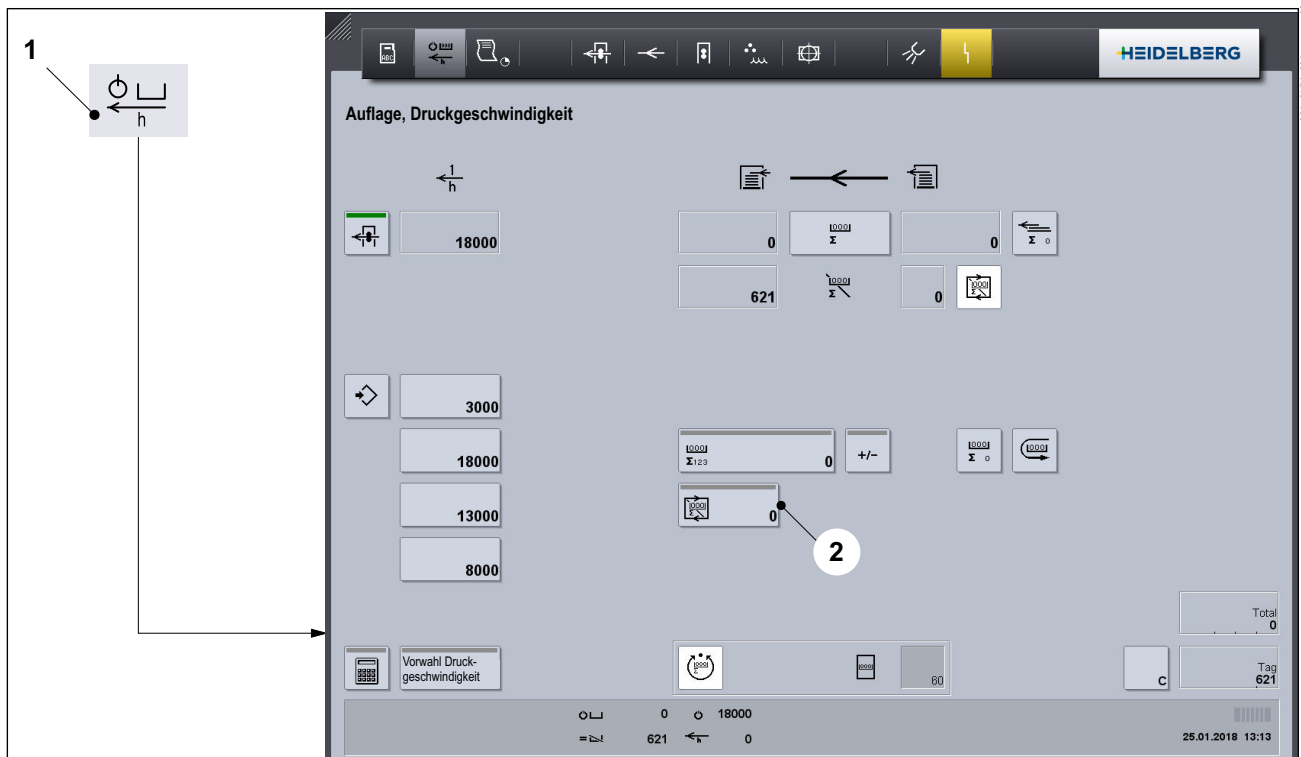

Abb. 5 Fenster Auflage/Einricht-Intervall
1. Drücken Sie die Taste *Einrichtintervall eingeben* (Abb. 5/2). Das Fenster **Auflage/Einricht-Intervall** erscheint.